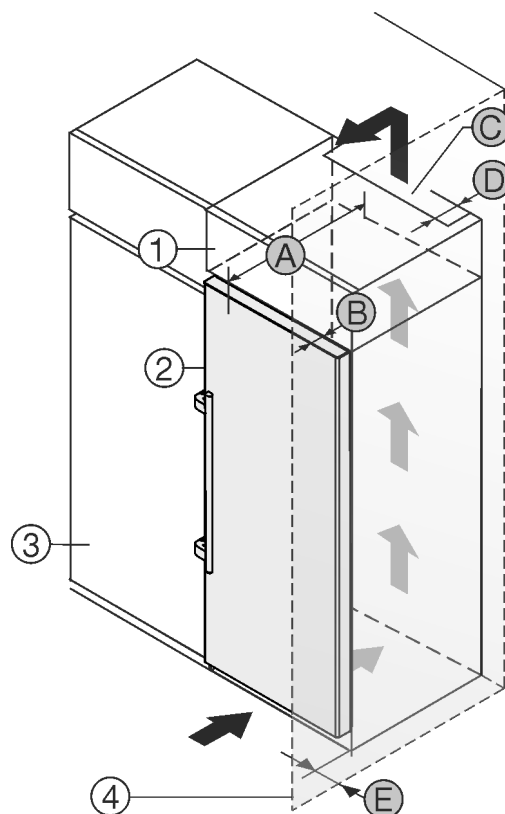

Fig. 20
Přístroj lze zabudovat do kuchyňských skříní. K vyrovnání přístroje Fig. 20 (2) na výšku kuchyňské linky lze na přístroj nasadit nástavec Fig. 20 (1).
Přístroj lze instalovat přímo vedle kuchyňské skříňky Fig. 20 (3). Aby bylo možné dvířka plně otevřít, musí přístroj přesahovat o hloubku Fig. 20 (B) vůči přední linii kuchyňské skříňky. V závislosti na hloubce kuchyňských linek a použití vymezovačů odstupů od stěny může přístroj vyčnívat dále.
- Na zadní straně nástavné skříňky musí být větrací šachta hluboká Fig. 20 (D) přes celou šířku nástavné skříňky.
- Pod stropem místnosti musí být dodržen ventilační průřez Fig. 20 (C).
Pokud je přístroj se závěsy instalován vedle stěny Fig. 20 (4), musí být dodržena vzdálenost Fig. 20 (E) mezi přístrojem a stěnou. To odpovídá přesahu madla při otevřených dvířkách.